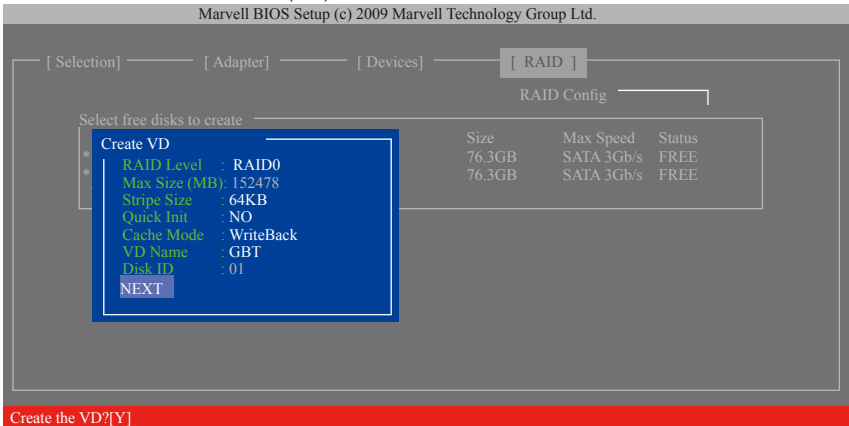

图7
- 6. NEXT：完成以上设定请至「NEXT」项目按<Enter>键。当确认信息出现时，确定制作磁盘阵列请按<Y>，取消请按<N> (图7)。